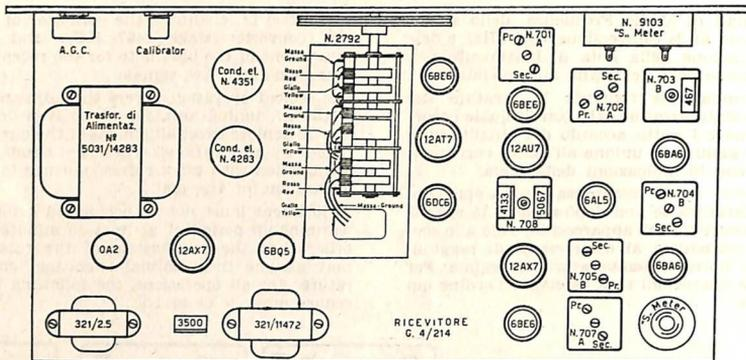

Fig. 5. - G 4/214 - Posizione sullo chassis delle valvole, degli altri componenti e delle viti di regolazione.
1. Canale a FI 467 kHz. - Collegare il Generatore (modulato al 30 %) tra la griglia d'entrata della 6BE6 (V4 - seconda convertitrice) e la massa. Collegare un voltmetro d'uscita in parallelo all'altoparlante oppure tra i morsetti 1 e 2 della morsetteria d'uscita. Variare la frequenza del generatore, tenendo tutti i controlli nella posizione di massimo, il « phasing » sul riferimento e la selettività sul punto 4 fino a riscontrare una netta risonanza su di una frequenza prossima ai 467 kHz. La frequenza così determinata è la frequenza propria del cristallo ed il canale deve essere allineato su questa frequenza, riportando prima il comando di selettività sulla posizione zero e poi agendo sui compensatori dei trasformatori a FI 467 kHz per la massima resa. Ottenuto ciò, spostare il generatore a + 4 kHz della frequenza del quarzo e regolare la vite « B » (Fig. 5) fino ad ottenere la massima
This done, adjust the signal generator to a frequency 4 kc. higher than the crystal frequency, and adjust the trimmer « b » (Fig. 5)
2. **Regolazione del « beat ».** - Predisporre il generatore come al punto 1. Portare il comando apposito nella posizione « CW », eliminare la modulazione del generatore, porre il comando « CW Pitch » a metà corsa e regolare la vite « N » (Fig. 5) fino al battimento zero.
2. **Adjustment of the B.F.O.** - Prepare the signal generator as outlined for step 1 (above). Turn the switch concerned to the position « C.W. », eliminate the modulation of the signal generator, place the « C.W. Pitch Control » into its center position, and adjust trimmer « N » (Fig. 5) in order to obtain « zero-beat ».